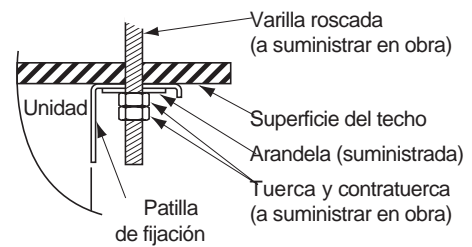

Fig. 3-73a
6. Proceda con los preparativos necesarios para colgar la unidad interior. El método de suspensión varía según que el techo a su vez esté o no suspendido . (Fig. 3-73a y 3-73b)